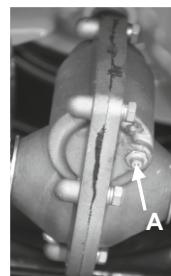

Рис. 43
Добавляйте смазку в редуктор через масленку (A) каждые 50 часов работы (рис. 43).